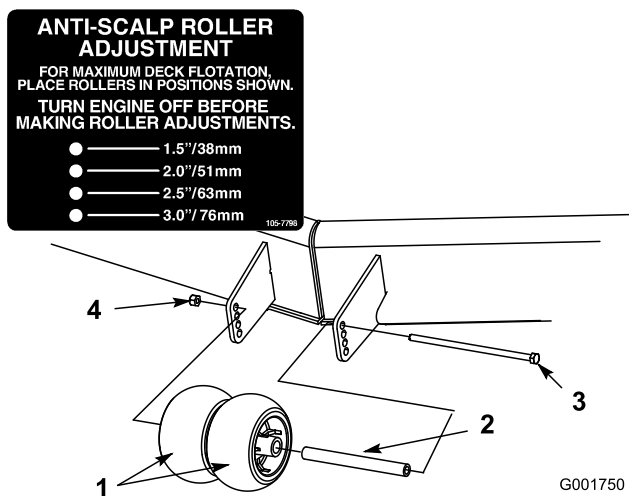

Figure 22
3. Lorsque la hauteur de coupe est réglée, enlevez l'écrou à embase, la bague et le boulon (Figure 22).
4. Choisissez le trou qui convient pour que les galets centraux se trouvent le plus près possible de la hauteur de coupe correspondante voulue (Figure 22).
5. Posez les galets centraux, la bague, l'entretoise, le boulon et l'écrou (Figure 22).